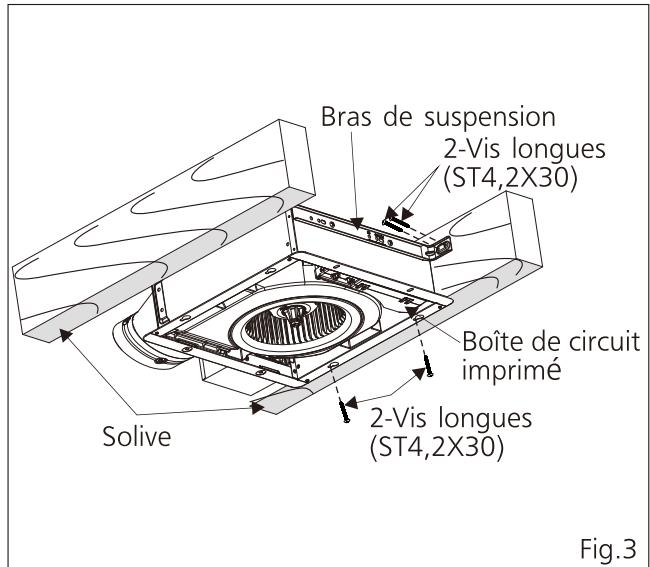

Fig.3
3. Fixez le cadre à la solive au moyen de 2 vis longues (ST4,2X30), puis fixez le bras de suspension à la solive au moyen de 2 vis du même type (ST4,2X30). (Fig.3)